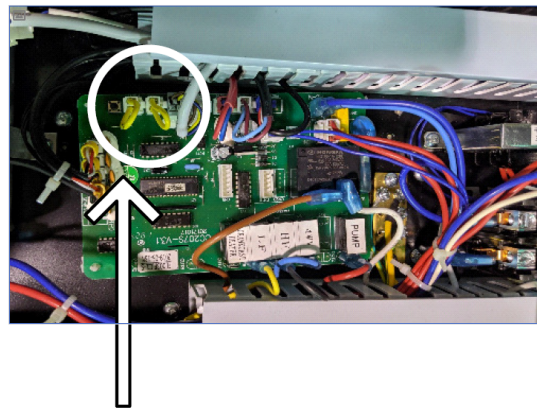

Figure 18. Connexion du câble du contrôleur d'automatisation
4. Repérez le connecteur du **CONTRÔLEUR D'AUTOMATISATION**. Voir **Figure 18**.